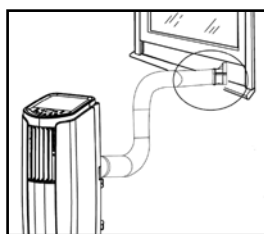
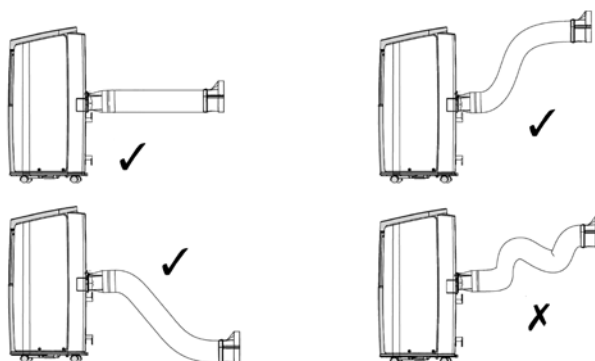

Figura 5
Figura 6
- 7** Portare verso l'esterno l'altro lato del tubo con il raccordo B/C, ad esempio facendolo passare da una fessura della finestra (vedere la figura 5). Fare in modo che il tubo sia il più possibile in linea retta (vedere la figura 6).